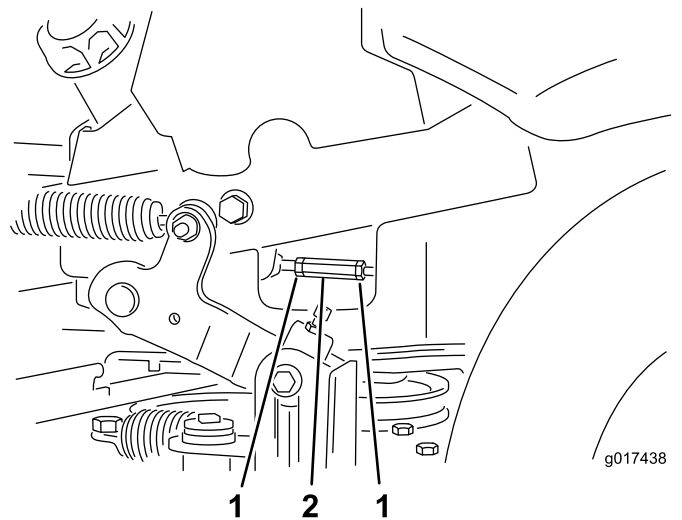

図 69
14. ポンプコントロールロッドの2つのジャムナットをゆるめ、調整ナットを回転させて、車輪が後退方向にわずかにクリープするように調整する 図 69。
16. ジャムナットを2つとも締めて調整を固定する 図 69。